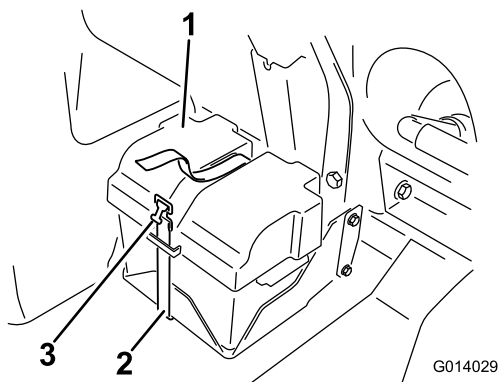
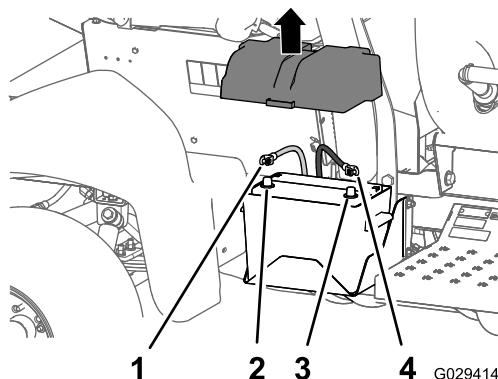

Bild 2
Bild 3
1. Nehmen Sie die Batterieabdeckung ab und trennen das Minuskabel (schwarz) vom Batteriepol ab (Bild 2 und Bild 3).
2. Klemmen Sie das Pluskabel (Rot) vom Batteriepol ab (Bild 3).